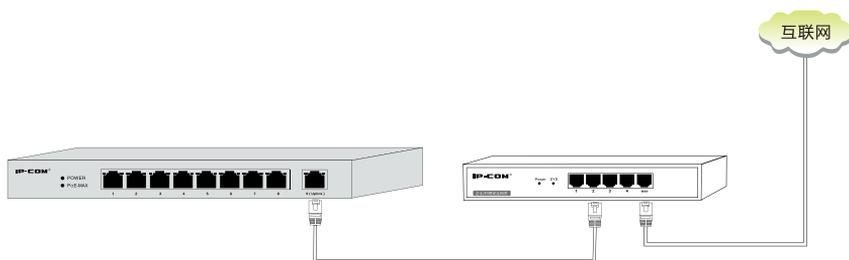

图 3-1 连接上级网络设备
**步骤 1：**用网线连接交换机的 9（Uplink）端口和上级网络设备（交换机、路由器等），如图 3-1 所示。